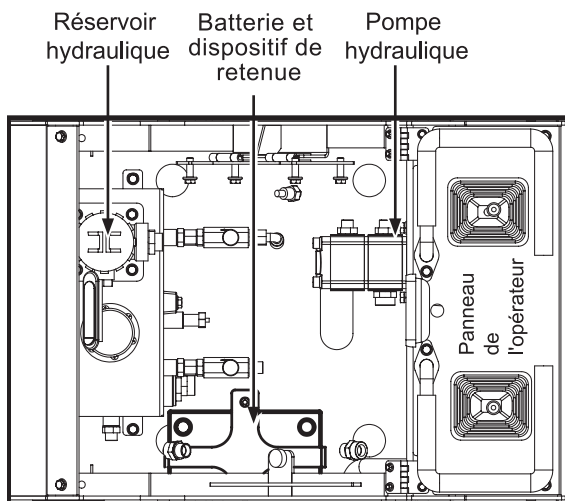

Fig. 13 - vue de dessus, intérieur de la machine
2. Localisez les clés (voir la remarque précédente à propos des clés de la porte d'accès et du dispositif d'allumage) et déverrouillez la porte d'accès principale (17).
5. Inspectez le regard de niveau d'huile sur le réservoir hydraulique (voir fig. 13) situé à la base de la machine, à l'avant.